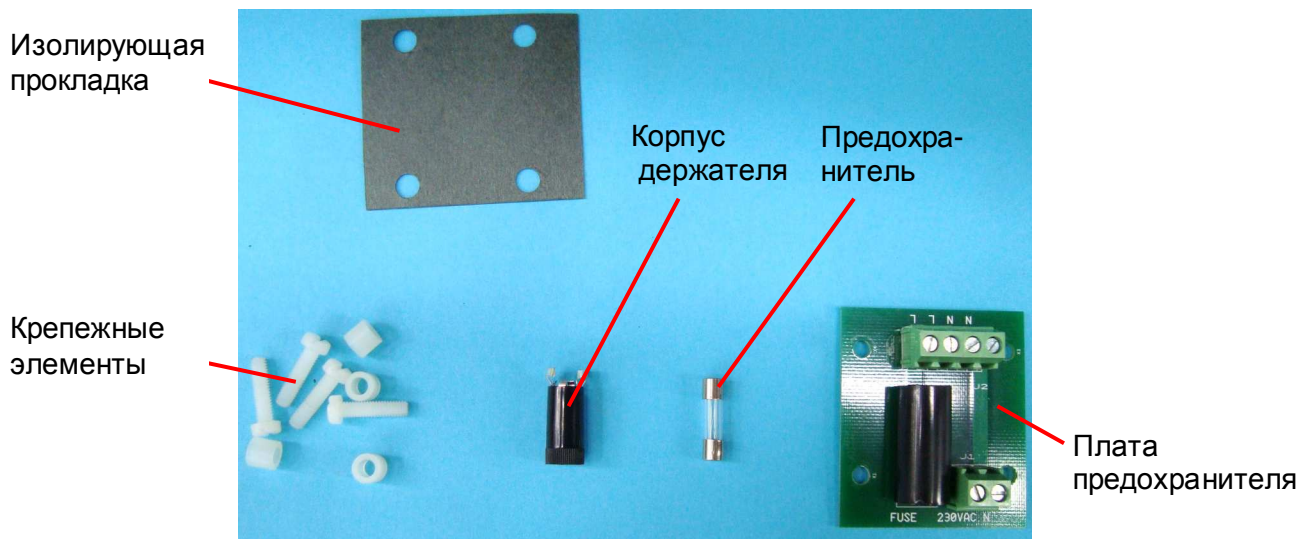

Рис. 7.18
7.7.1. Вставить предохранитель в съемную часть держателя предохранителя, установить ее в корпус держателя и повернуть по часовой стрелке до упора. Комплект установочных деталей платы предохранителя представлен на рис. 7.18.